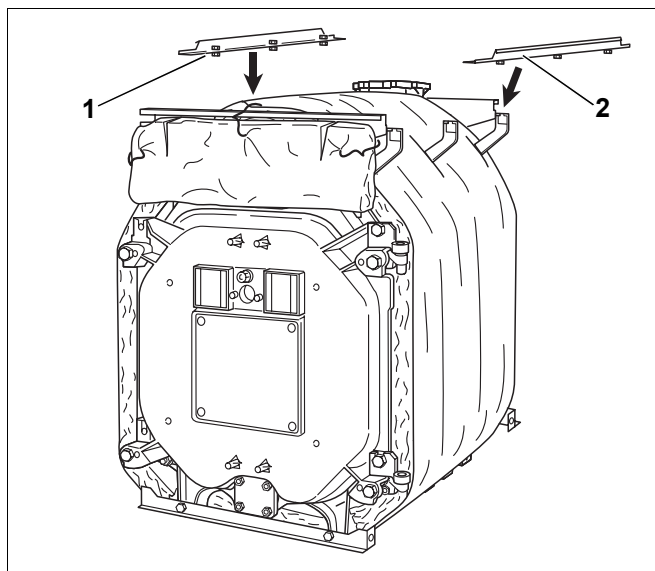

Bild 45 Längsschienen montieren
- Die Längsschienen (Bild 45, **Pos. 1** und **2**) wie bereits beschrieben mit den vormontierten Schrauben in die Aussparungen der Konsolen einschieben und mit diesen fest verschrauben.